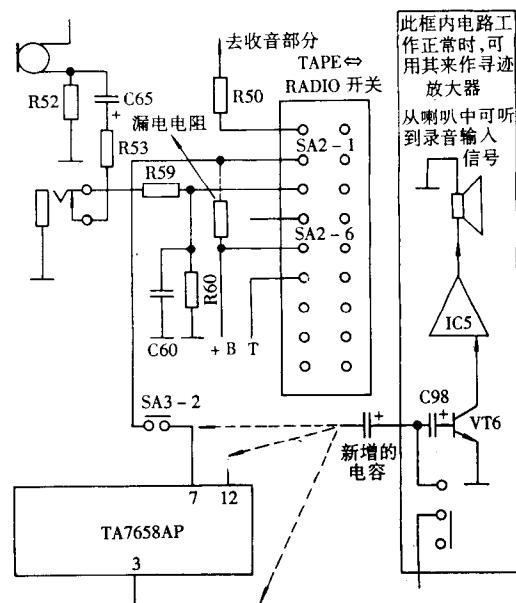

图 83
(1)按图 83 中虚线所示的方法在电容 C98 负极端外接一只 $4.7\mu F/10V$  的电解电容。
(2)将外接电容的负极接到 TA7658AP 输出端③脚拾取一信号,这时从喇叭中可以听到正常的交流声(此时应将收、录转换开关置于录音状态),音量开大时有反馈啸叫声;又从 TA7658AP 另一通道输出端⑫脚拾取一信号,喇叭中有明显的交流“嗡嗡”声。由此可以判定信号是从⑨脚输入端窜入的。将话筒用电解电容短路,交流声依然存在。最后查出,干扰源来自 TAPE(磁带)/RADIO(收音)转换开关上。
**小结:**如图 83 所示,在收音/磁带转换开关上,SA2-1 与 SA2-6 是相邻的两组开关。SA2-6 上加有纹波系数很大的电源电压 $+B$ 。由于该机使用时间较长,积尘甚多,SA2-1 至 SA2-6 的绝缘电阻实测仅几十千欧,且不稳定。这就等于在 TA7658AP 的输入端叠加了一个相当大的工频干扰信号。由于该信号大于话筒输出信号,ALC 电平由该干扰信号决定,从而使 TA7658AP 前级的增益下降。这样,不仅使本声道,同时也使另一声道的话筒信号“淹